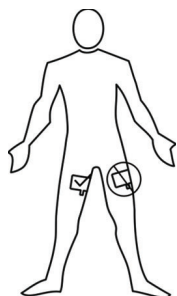

Figure 3 : Lieu d'application
5. Appliquer l'électrode de dispersion à l'intérieur de chaque cuisse, en tournant la languette vers les pieds du patient, comme illustré dans la Figure 3. Éviter les tissus cicatriciels, les zones osseuses, les tissus gras excessifs et les zones où du fluide peut s'accumuler. Ne pas appliquer là où la circonférence de la jambe est inférieure à 25 cm. S'assurer qu'il n'y a pas d'implants métalliques, par ex. endoprothèses ou plaques vissées sur le chemin du courant.